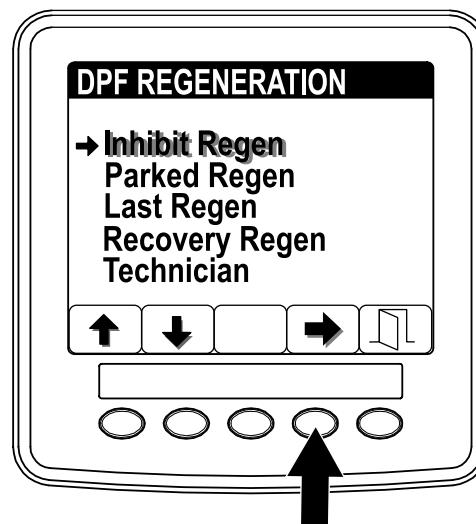

Figure 43
- Ouvrez le menu DPF Regeneration, appuyez sur le bouton 1 ou 2 et naviguez jusqu'à l'option INHIBIT REGEN (interdiction de régénération) (Figure 43).
- Appuyez sur le bouton 4 pour sélectionner l'option Inhibit Regen (Figure 43).